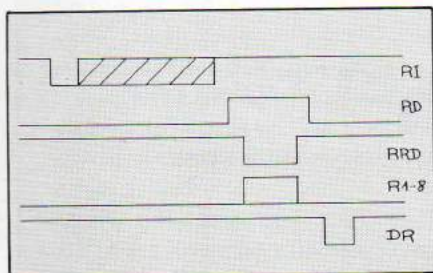

Figure 3 — Réception
— En réception, la transition descendante du "start" déclenche la recherche du niveau tous les 16 bits d'horloge, ce qui donnera tous les bits du caractère. Le signal série entré sur R1 (20), un caractère reçu complet est indiqué par un 1 sur DR (19) ; un 0 sur DDR (18) remet DR à 0 ; un 0 sur RDD (4) déconnecte éventuellement registre tampon et série. Enfin, le caractère complet est disponible sur R1 à R8 (12 à 5) (figure 3).